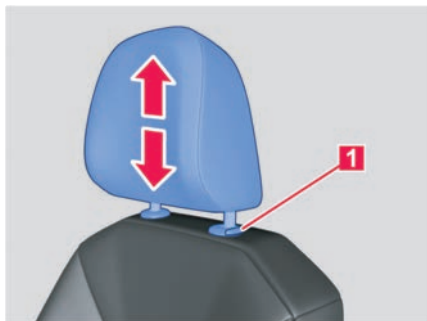

Abb. 61 An den Sitzen: Kopfstütze einstellen und ausbauen.
1. Kopfstütze in Pfeilrichtung bei gedrückter Taste → **Abb. 61 1** nach oben oder unten schieben.
2. Kopfstütze bei gedrückter Taste → **Abb. 61 1** ganz herausziehen.